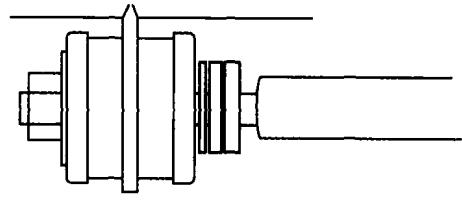

图 1-1 在拉杆上增减垫片调整后倾角
1) 调整指导。拧松拉杆连接衬套连接螺母，取下或增加垫片来修正主销后倾角。见图 1-1。